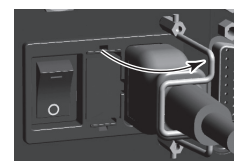

Fig. 11
- (3) Fissare la presa del cavo di alimentazione usando il gancio del cavo di alimentazione ⑫ (consultare la Fig. 11).